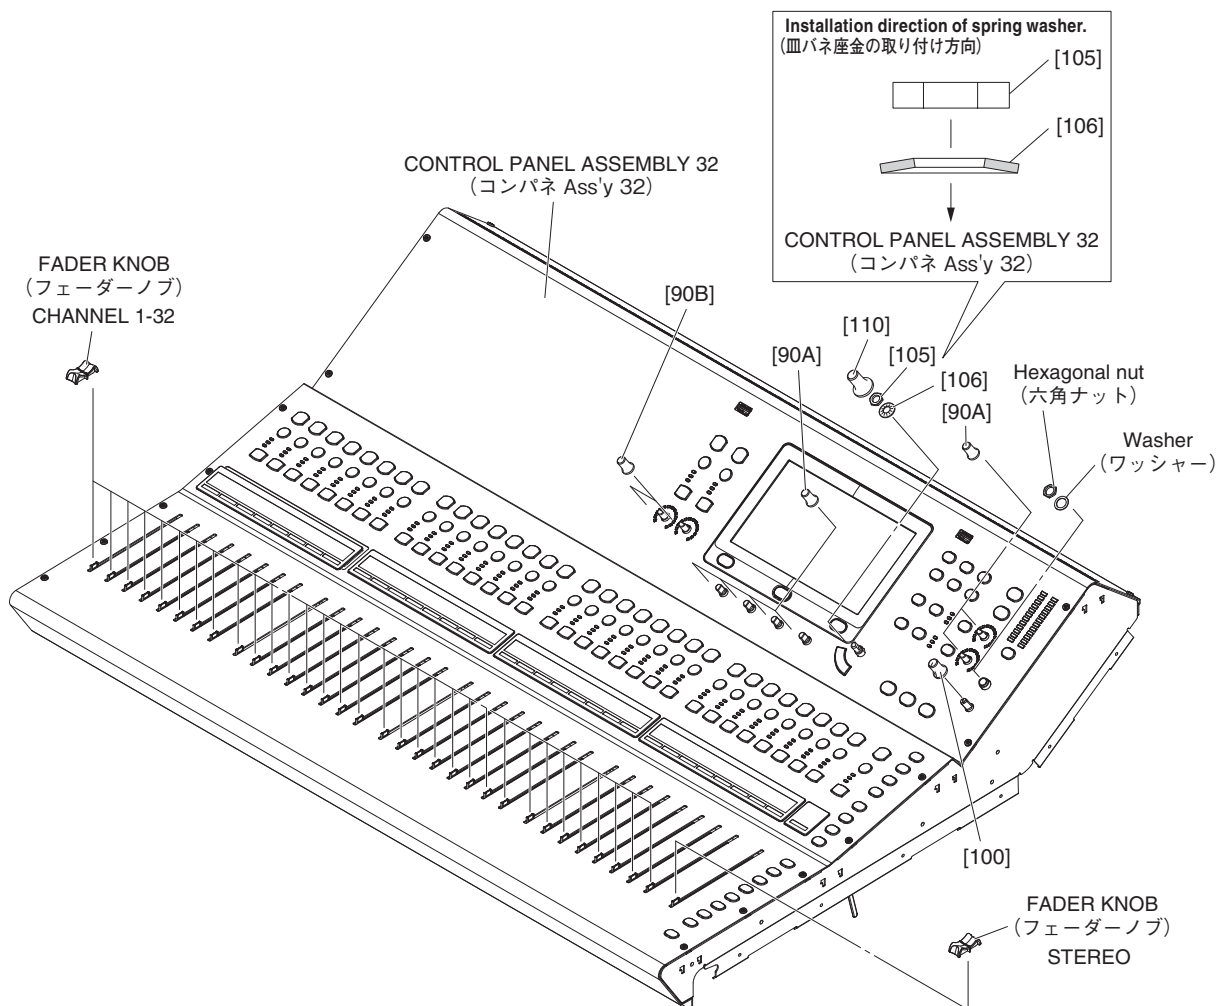

Fig. 18 (図18)
- B-3-3 Remove the knob marked [100], the hexagonal nut and the washer from the control panel side. (Fig. 18)
- B-3-3 コントロールパネル面より、[100] のノブ 1 個と六角ナット 1 個とワッシャー 1 個外します。(図 18)
- B-5-6 Remove the six (6) encoders marked [90A], the nut marked [105], the spring washer marked [106] and the TT knob marked [110] from the control panel side. (Fig. 18)
* **When installing the PNC circuit board, refer to Fig. 18 and take note of the direction of the spring washer marked [106].**
- B-5-6 コントロールパネル面より、[90A] のエンコーダ 6 個と [105] の管用ナット 1 個と [106] の皿バネ座金 1 個と [110] の TT ノブ 1 個を外します。(図 18)
- ※ PNC シートを取り付けの際は、図 18 を参照して [106] の皿バネ座金の向きに注意してください。
- B-6-3 Remove the two (2) encoders marked [90B] from the control panel side. (Fig. 18)
- B-6-3 コントロールパネル面より、[90B] のエンコーダ 2 個を外します。(図 18)